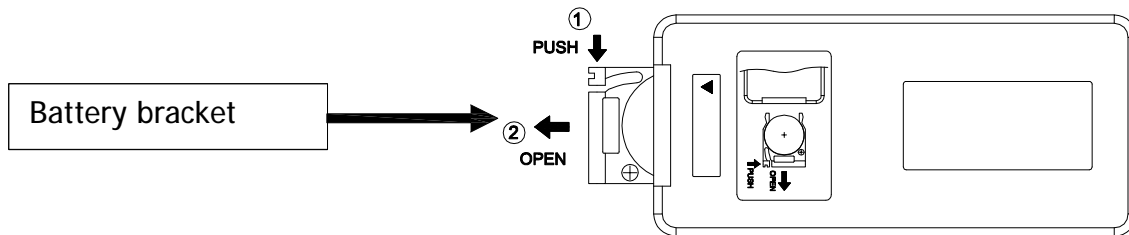

Figura 1
1. Encuentre el soporte de la batería y extráigalo (figura 1)